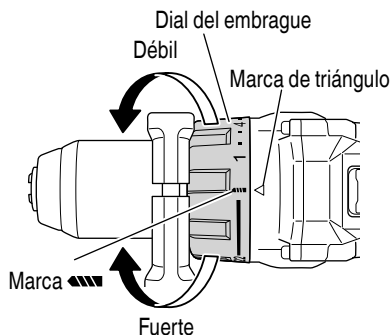

Fig. 15
<DS18DC> (Fig. 15)
#### (2) Indicación del par de apriete (Ver Fig. 15, 17)
#### (3) Ajuste del par de apriete (Ver Fig. 15, 17)